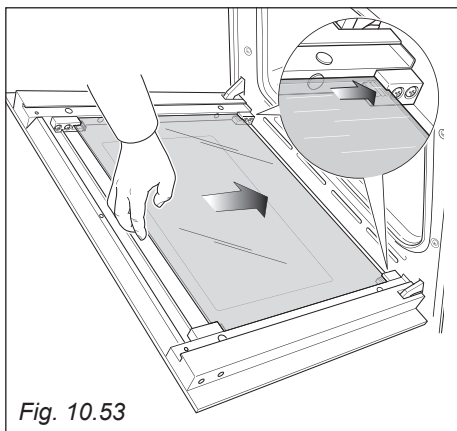

Fig. 10.53
- Inserire delicatamente il vetro intermedio nelle guide dei morsetti superiori (operazione 1 di figura 10.52), poi abbassare la parte inferiore fino a farlo appoggiare all'interno dei morsetti inferiori (operazione 2 di figura 10.52). Poi farlo scorrere in posizione (fig. 10.53).